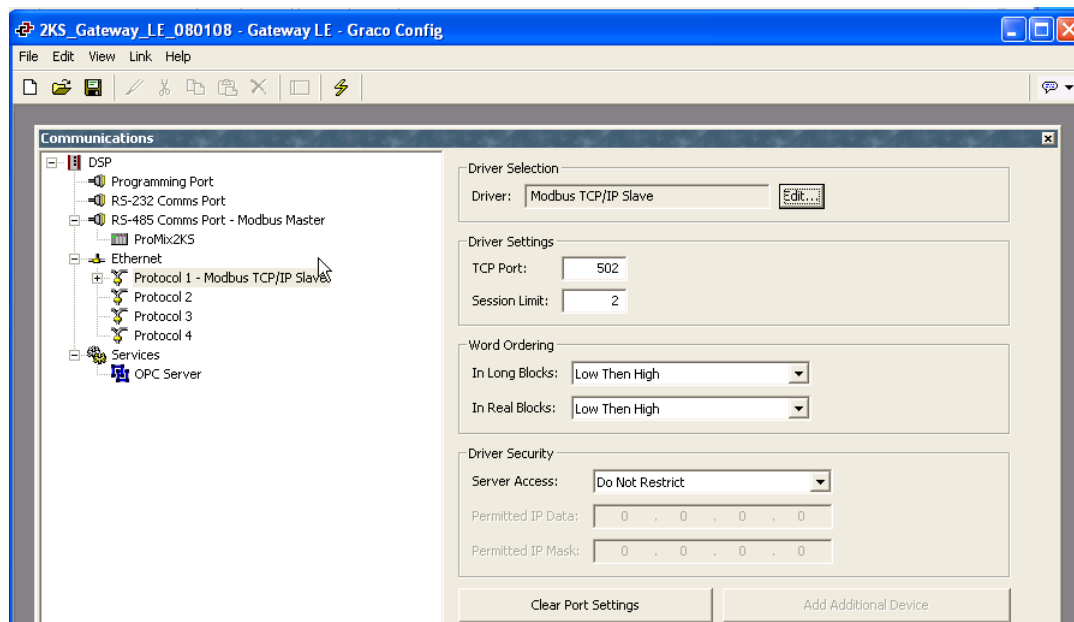

FIG.18: Database preconfigurato
1. Fare doppio clic sul pulsante Communications per aprire il database preconfigurato (.gg2). Il file è già configurato per ProMix 2KS. Vedere la FIG.18.